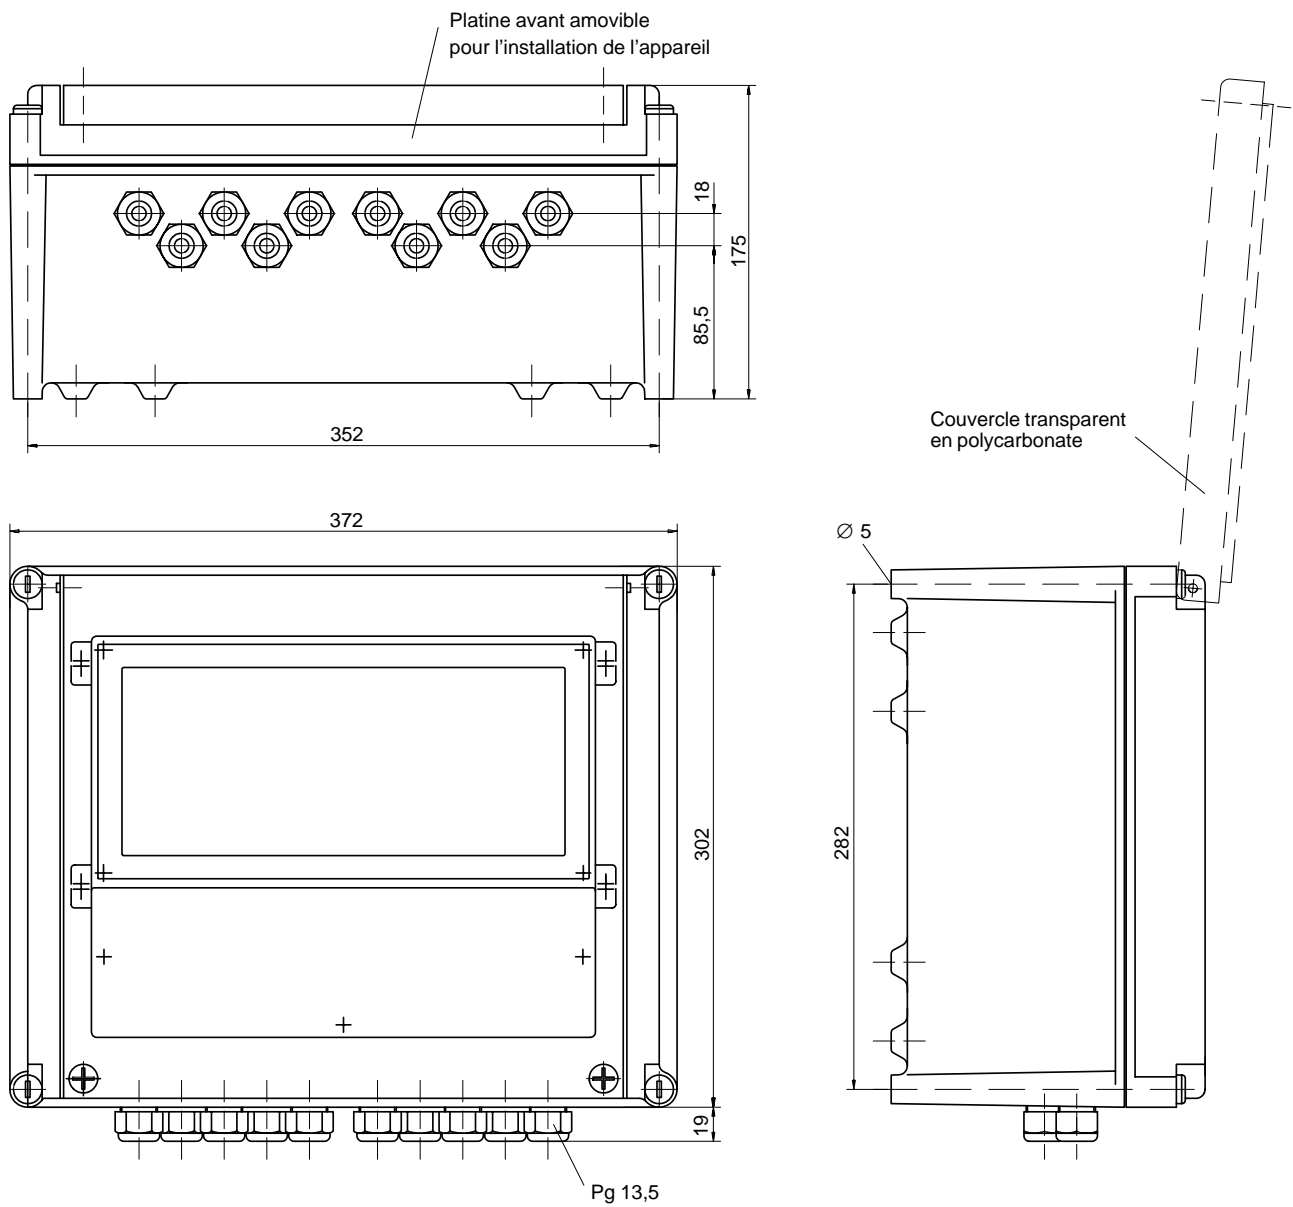

Fig. 10-3 Dessin d'encombrement de l'enveloppe ZU 0124
- L'enveloppe ZU 0124 protège l'appareil de façon optimale contre la poussière, l'humidité et les dommages mécaniques, dessin d'encombrement voir fig. 10-3.